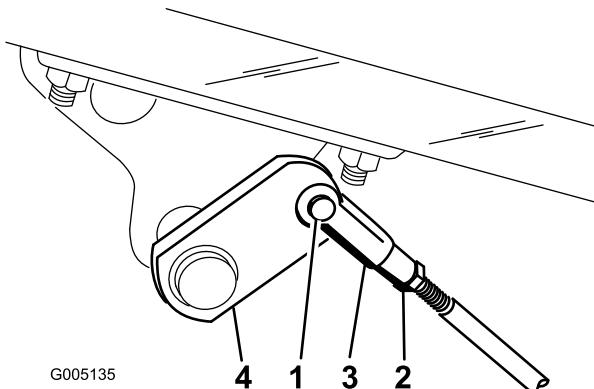

Figura 58
2. Si los frenos no se bloquean en la misma medida, desconecte las varillas de los frenos retirando el pasador y la chaveta (Figura 58).
3. Afloje la contratuerca y ajuste la horquilla (Figura 58).
4. Monte la horquilla en el eje del freno (Figura 58).